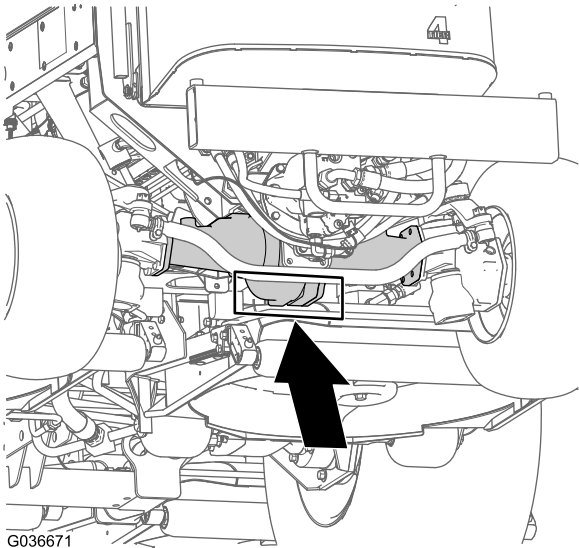

Figure 78
**Arrière de la machine** – au centre du pont (Figure 78).